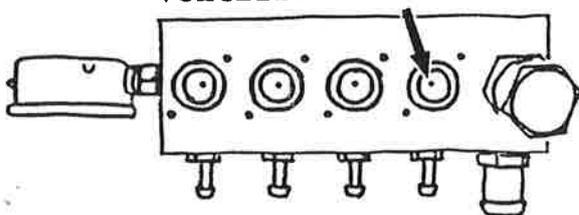

Fig.49
Stempelstangen eller messingstav skal stå med den plane enden ned. Setet for messingstaven må være plant og fri for ujevnheter, (se pil fig.49) OBS: Messingstavene har noe ulik lengde og må ikke bytte plass ved evt. demontering av magnetventilene.
- Dysene i sentralen kan være tette (Se fig.49)